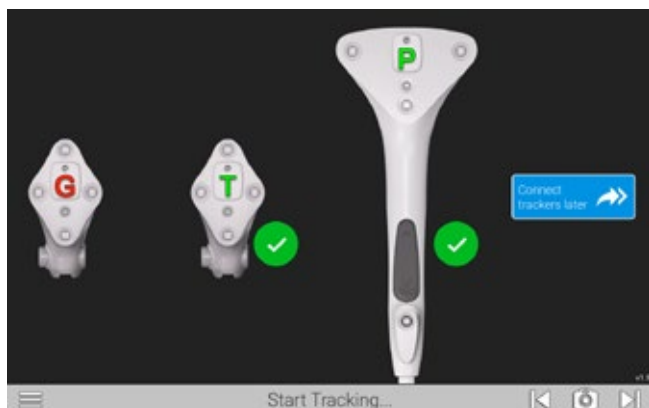

Figura 8a
Viene visualizzata la schermata Seeking Trackers (Ricerca dei tracker) illustrata nella Figura 8a. Inserire le batterie prima dal polo positivo nei tre tracker: **Tracker sonda (P)**, **Tracker glenoide (G)** e **Tracker strumenti (T)** (Figura 9).